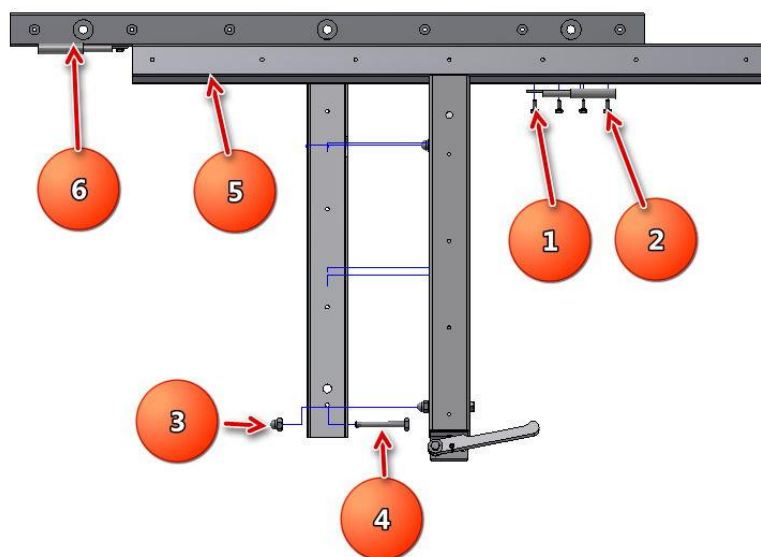

Рис.4
8. Возьмите поворотную раму поз.5 и установите ее на петлю настенной рамы поз.6. рис.4
9. Приподнимите поворотную раму и наденьте правую полупетлю поз.1 на полупетлю настенной рамы, а затем закрепите ее на поворотной раме при помощи трех болтов М5х12 поз.2 рис.4